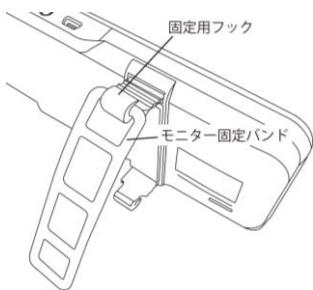

図 6
- 2) 純正ルームミラーのサイズに応じて、使用するモニター固定バンド長または短を選択し、固定用フックの上側に掛けてください(図 6 参照)。